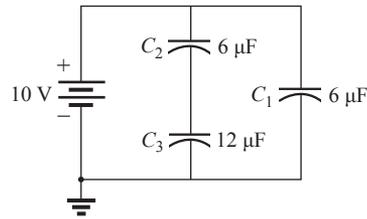

Figura 10.120 Problema 49.
- 49. Determine a tensão e a carga em cada capacitor para o circuito na Figura 10.120.